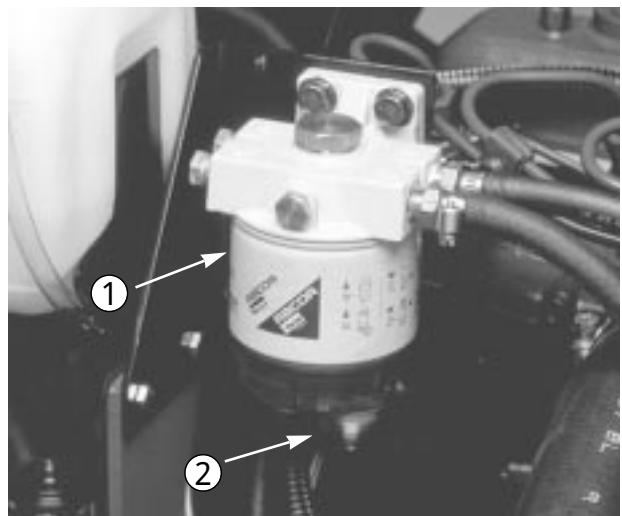

図 49
- 2 . 古いフィルタ（図49）を取り、新しいフィルタに薄くオイルを塗って取り付ける。締めすぎ厳禁。
燃料フィルタ(図49)の水抜きは毎日おこなってください。